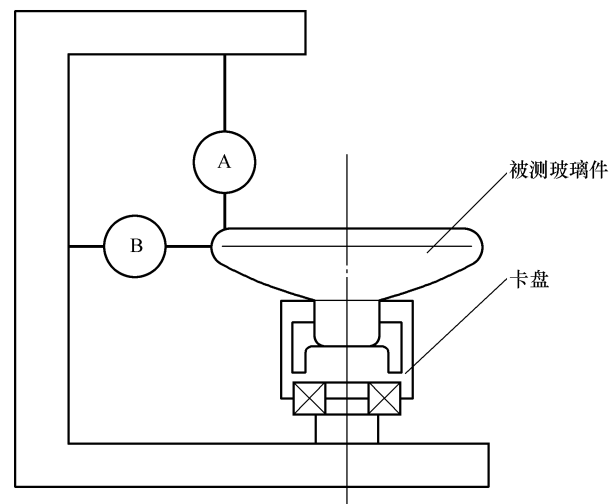

图 1 玻璃件变形检查装置示意
玻璃件变形检查装置如图 1 所示。
- a) 按图 1 所示把被测玻璃件头部放入卡盘中, 玻璃件头部平面与卡盘平面契合后, 收紧卡盘并确保其不松动;
- b) 把 A、B 装置的测量测头按图 1 所示, 对正接触到玻璃件伞盘边缘;